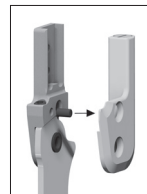

Abb. 22
2. Demontieren Sie die Deckplatte und treiben Sie den vormontierten Gewindegewindestift mit einem Splintentreiber aus (Abb. 22).